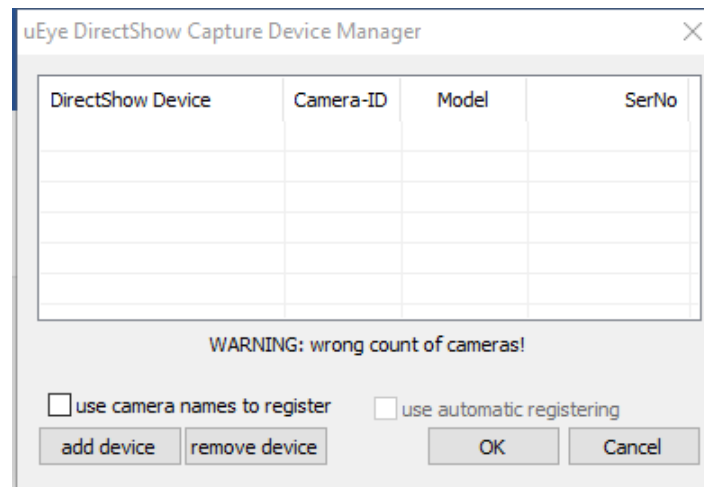

Figura 12. Instalación de uEye DirectShow Capture Device Manager.
- ✓ En la ventana **uEye DirectShow Capture Device Manager** pulse cancelar (cancel) como se visualiza en la figura 12.